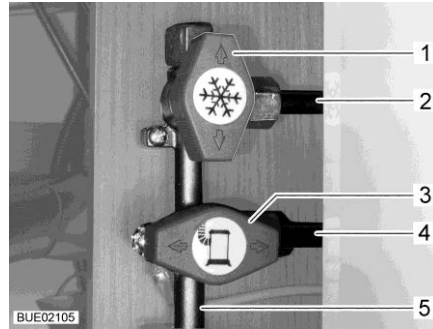

Bild 88 Läge Gasavstängningsventiler (exempel)
- Ställ gasavstängningsventilen för respektive gasapparat parallellt (Bild 88,3) med den ledning (Bild 88,4) som går till gasapparaten.
- Ställ gasavstängningsventilen för respektive gasapparat tvärs (Bild 88,1) mot den ledning (Bild 88,2) som går till gasapparaten.